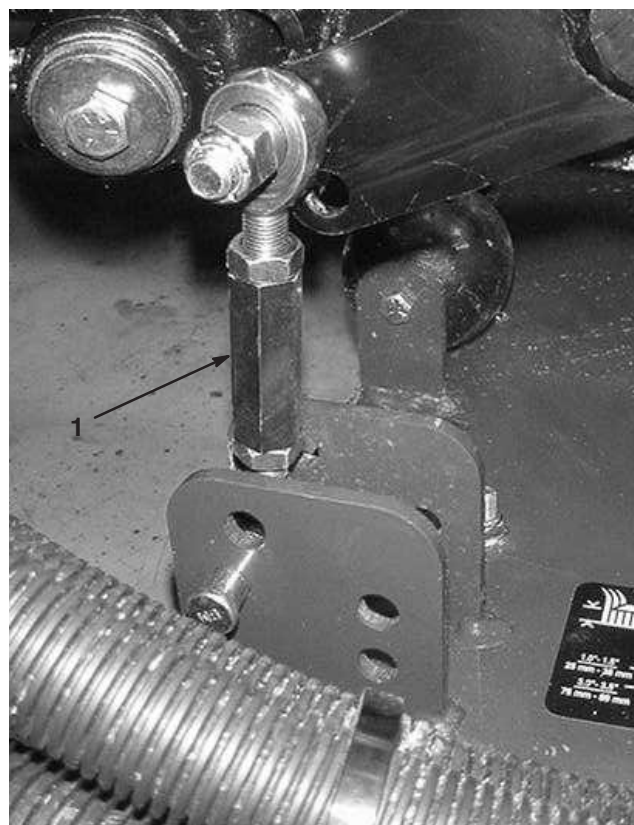
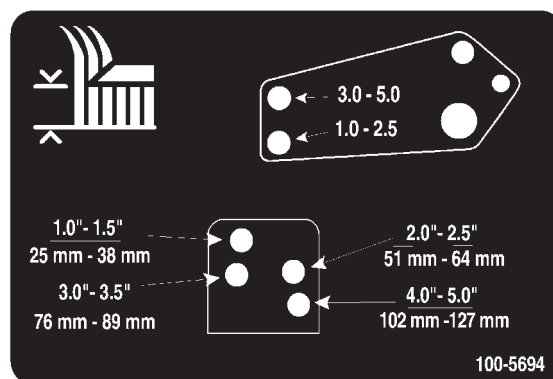

Figure 18
Figure 19
8. Enlevez les goupilles fendues et les axes de chape qui fixent les biellettes d'amortisseurs aux supports du plateau de coupe (Fig. 18). Alignez les trous de la bielle d'amortisseur avec ceux du support de hauteur de coupe sélectionnés dans le bâti des plateaux de coupe (Fig. 19). Insérez les axes de chape et installez les goupilles fendues.